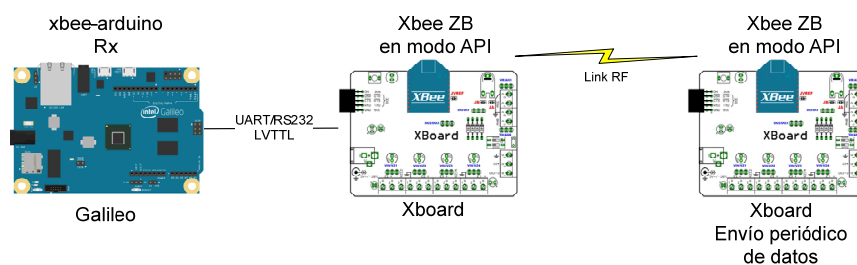

Fig. 9. Recepción de datos desde un nodo habilitado para envío de información periódicamente.
11. Adaptar el ejemplo “Series2\_IoSamples” provisto por la librería xbee-arduino y subir el programa a una placa Galileo que estará conectada a un módulo XBee ZB. Configurar otro módulo XBee ZB para funcionamiento autónomo habilitando dos canales de conversión AD y una salida digital, y habilitar el envío periódico de información (cada 2 segundos, por ejemplo) al nodo conectado a la placa Galileo. Documentar el funcionamiento de la implementación. Usar el monitor serie provisto por el IDE de Arduino. Ver Fig. 9.